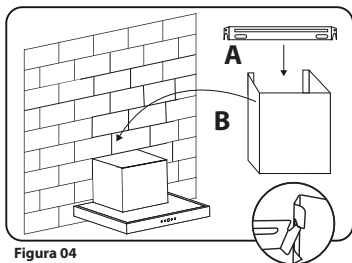

Figura 04
3. Com a coifa fixada no suporte, encaixe o duto de inox fixo sobre a coifa (Figura 04). Posicione o suporte do duto fixo, verificando o encaixe. Após posicionar o suporte no duto fixo, marque a posição na parede e fixe o suporte. Se a coifa for utilizada como exaustor, encaixe o duto flexível nesta etapa.